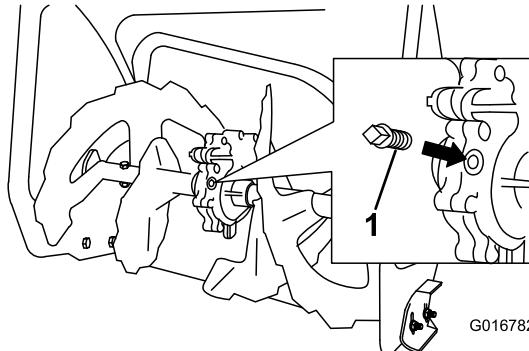

Figure 39
- Nettoyez la surface autour du bouchon de tuyau (Figure 39).